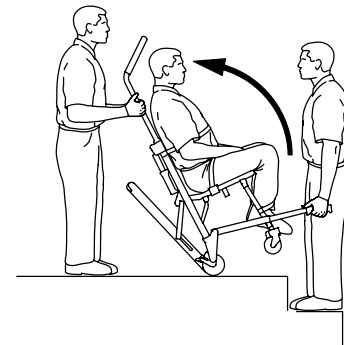

Figura 9 – Inclinare la sedia
6. Barelliere lato testa: Inclinare la sedia all'indietro in modo tale che il sistema **Stair-TREAD** tocchi terra (Figura 9).